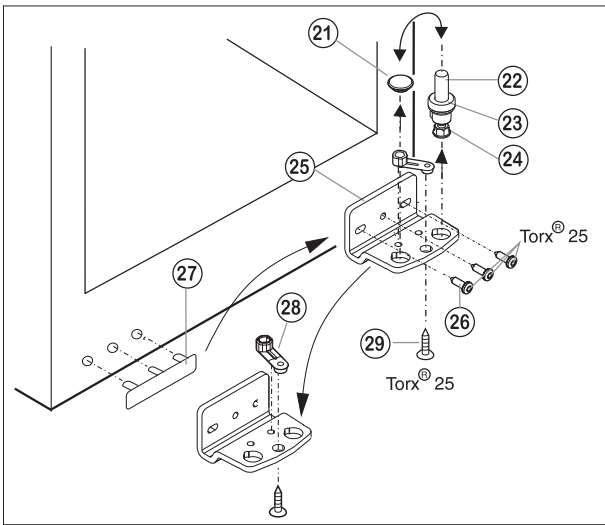

Рис. 3
- Выньте опорный штифт Рис. 3(22) вместе с шайбой Рис. 3(23) и ножкой Рис. 3(24).
- Снимите стопор Рис. 3(21).
- Отвинтите Рис. 3(26) дверную петлю Рис. 3(25).
- Отвинтите Рис. 3(29) несущий элемент Рис. 3(28), переставьте его в отверстие расположения петли на противоположной стороне и надежно привинтите на месте.
- Осторожно снимите крышку со стороны ручки Рис. 3(27) и переставьте ее на противоположную сторону.
- Надежно (с крутящим моментом 4 Нм) привинтите дверную петлю Рис. 3(25) на стороне нового расположения петли, можно использовать аккумуляторный шурупверт.
- Вставьте стопор Рис. 3(21) в отверстие с другой стороны.
- Вставьте опорный штифт Рис. 3(22) вместе с шайбой и ножкой. При выполнении этой операции обратите внимание на то, что точки расположения проушин находятся сзади.